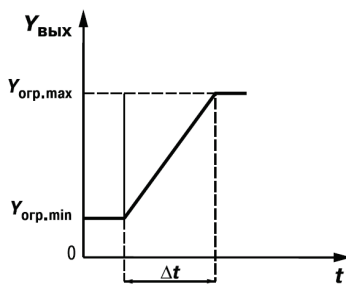

Рисунок 3.10
- скорости изменения $\nu_{огр} = \frac{Y_{огр.маx} - Y_{огр.мин}}{\Delta t}$ (рисунок 3.10).